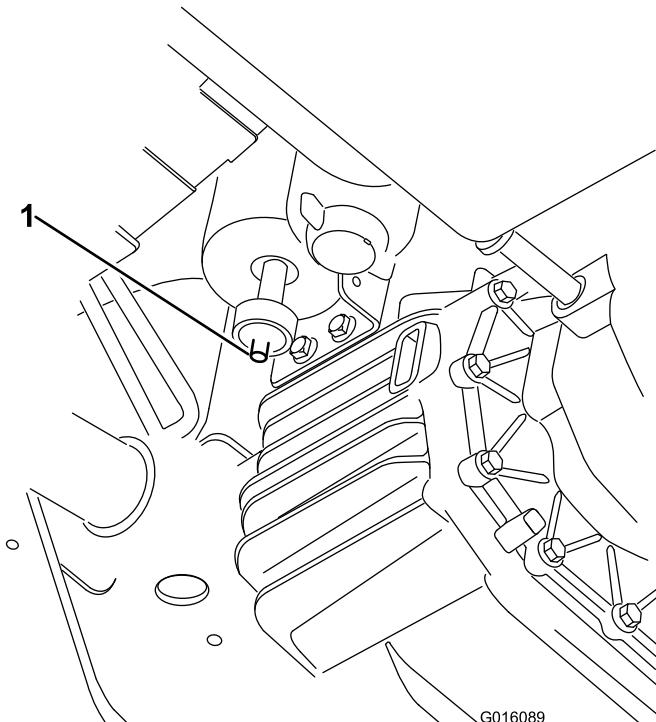

Figure 40
1. Localisez le filtre à air au bas de la cartouche à charbon actif (Figure 40).